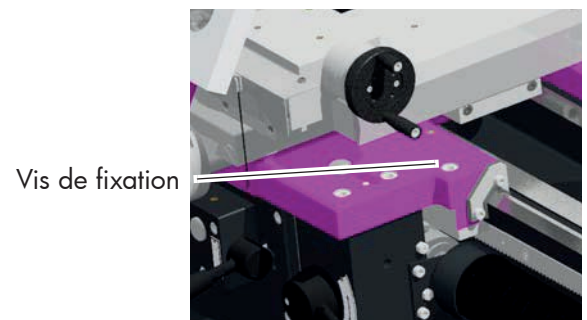

Fig. 4-18 Vis de fixation du traînard
- Vissez ou dévissez la vis de fixation du traînard en fonction de l'avance souhaitée (voir fig. 4-18 «Vis de fixation du traînard» en page 51).